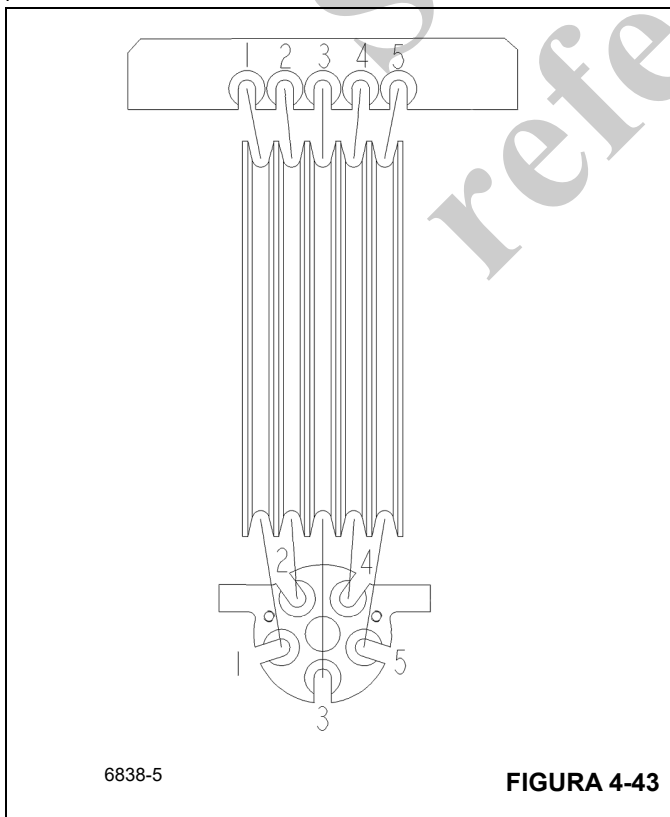

FIGURA 4-43
5. Marque **AMBOS EXTREMOS** de los cinco cables de extensión (Figura 4-43).